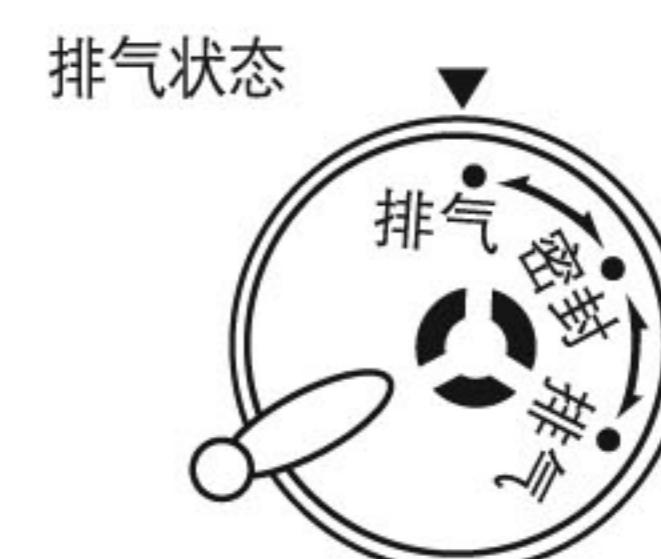

图25-b
■ 将限压放气阀拨到“排气”位置放气，直至浮子阀落下。(见图25-a、25-b)